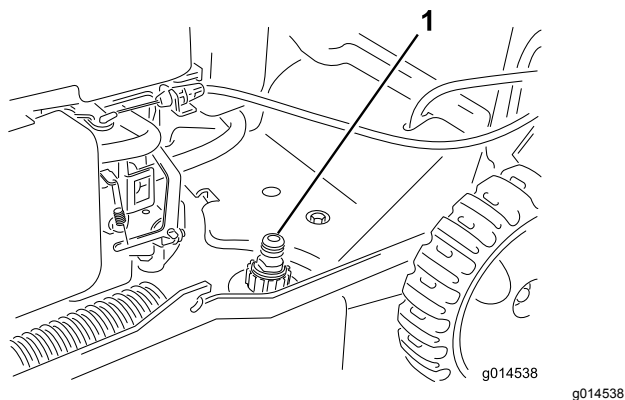

Figura 20
3. Collegate una canna da giardino al rubinetto dell'acqua e al foro di lavaggio (Figura 20).